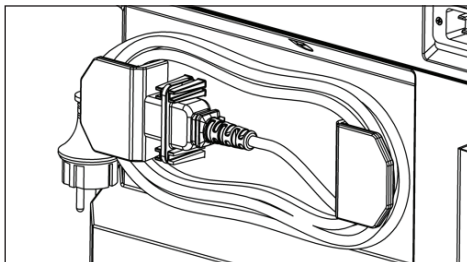

Fig. 6: Aufbewahrungsposition des Kabels
- ▶ Bewahren Sie das Kabel in der Aufbewahrungsposition auf (Abb. 6). Sichern Sie den Stecker mit der mitgelieferten Kabelklemme.